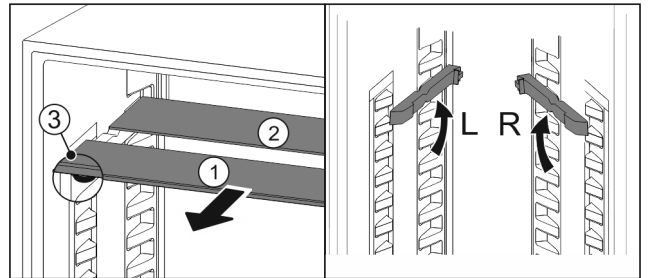

Fig. 92
- ▶ Glasplaten afzonderlijk vanaf de voorkant eruit trekken Fig. 92 (1).
- ▷ Glasplaat Fig. 92 (1) met sierlijst ligt voor.
- ▷ Stops Fig. 92 (3) zijn naar onder gericht.